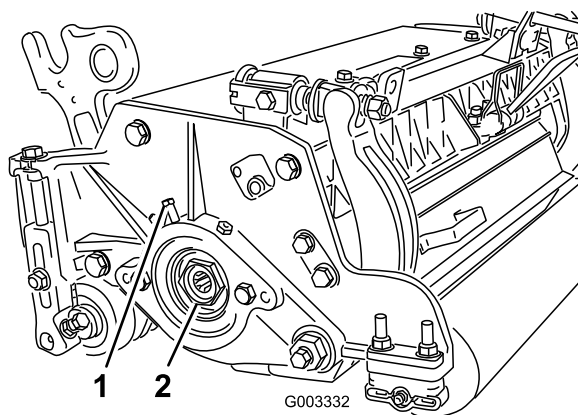

Bild 27
- A. Lösen Sie die externe Stellschraube, mit denen die Einstellmutter des Lagers am Lagergehäuse links an der Schneideinheit befestigt ist (Bild 27).